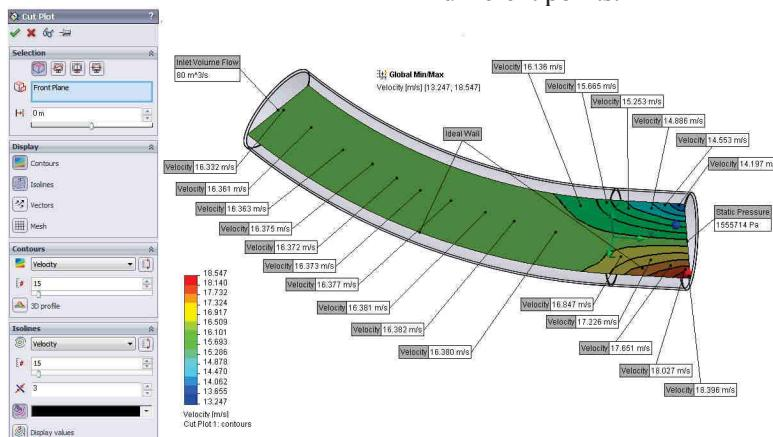
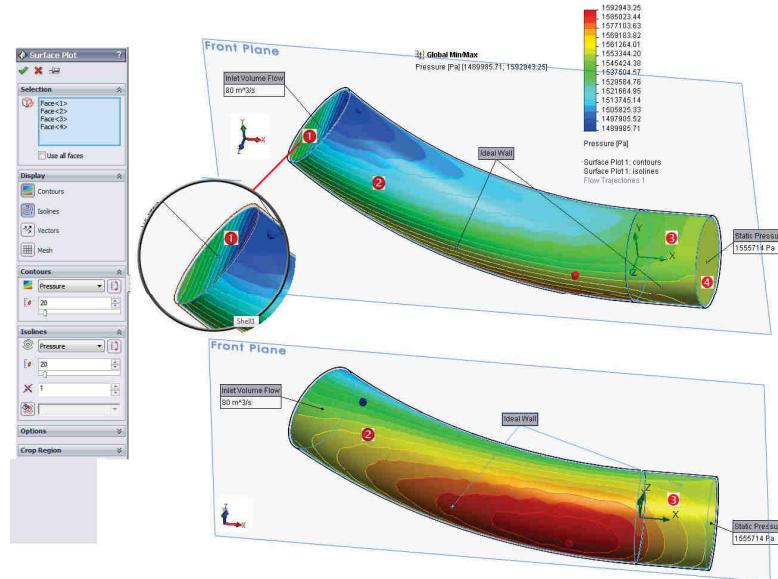
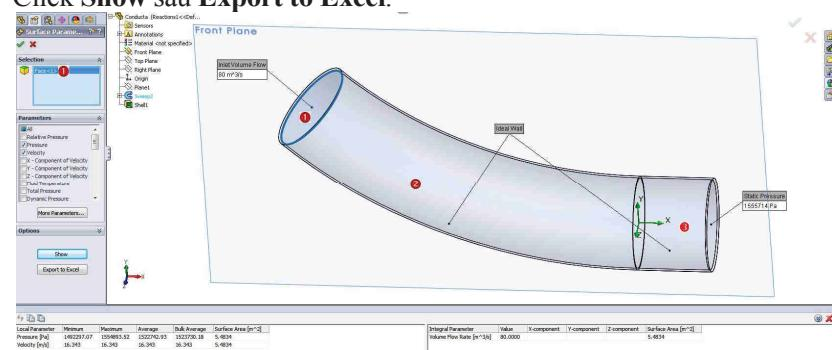

Fig. 13.11
Fig. 13.12
Fig. 13.14
- Click dreapta pe icoana **Cut Plots** și selecție opțiune **Insert**. Va apărea fereastra **Cut Plot**, fig. 13.11.
- Right-click the **Cut Plots** icon and select **Insert**. The **Cut Plot** dialog box appears, fig. 13.11.
Pentru a vizualiza valorile globale minime și maxime ale parametrului selectat **Velocity**, click **Flow Simulation → Results → Display → Global Min/Max**. Aceste valori sunt afișate textual și graphic printr-o sferă albastră (valoarea minimă) respectiv roșie (valoarea maximă), fig. 13.11.
To view the global minimal and maximal values of the selected **Velocity** parameter, click **Flow Simulation → Results → Display → Global Min/Max**. These values are displayed textual and graphic with a blue sphere (minimal value) and red sphere (maximal value), fig. 13.11.
- Click dreapta pe icoana **Surface Plots** și selecție opțiune **Insert**. Va apărea fereastra **Surface Plot**, fig. 13.12.
- Pentru câmpul **Surfaces** se vor selecta cele patru suprafete din fig. 13.12.
- Right-click the **Surface Plot** icon and select **Insert**. The **Surface Plot** dialog box appears, fig. 13.12.
- In **Surfaces** field, the four surfaces from fig. 13.12.
- Click dreapta pe icoana **Surface Parameters** și selecție opțiune **Insert**. Va apărea fereastra **Surface Parameters**, fig. 13.14.
- Right-click the **Surface Parameters** icon and select **Insert**. The **Surface Parameters** dialog box appears, fig. 13.14.
- Pentru câmpul **Faces** se va selecta suprafața de intrare ① din fig. 13.14.
Pentru aceeași opțiune **Surface Parameters** și pentru parametrul **Force** calculat pentru fețele individuale ② și respectiv ③ și apoi pentru ambele fețe ②+③, fig. 13.14, rezultă valorile din tab. 2.
The values from tab. 2 arise for the same option **Surface Parameters** and for the **Force** parameter calculated for individual face ② and ③ and for both faces together ②+③, fig. 13.14.
- Calculul teoretic impune valoarea constantă a presiunii pe fața de intrare  $p_1=15 \text{ atm}=1519875 \text{ N/m}^2$ , iar simularea numerică oferă o variație a acesteia între limitele  $1489985 \div 1592943 \text{ N/m}^2$ , fig. 13.12, cu valoarea medie  $1522743 \text{ N/m}^2$ , fig. 13.14, ceea ce conduce la o eroare de -0,19%.
- Valoarea constantă a presiunii pe fața de  $p_2=1555714 \text{ N/m}^2$ , rel. (12), rezultă constantă și din simulare.
- Calculul teoretic impune valoarea constantă a vitezei pe fețele de intrare/ieșire  $V_1= V_2=16.2974 \text{ m/s}$ , rel. (22), iar simularea numerică oferă valoarea medie la intrare  $16.343 \text{ m/s}$ , fig. 13.14, respectiv valori variabile ale vitezei la ieșire între limitele  $14.197 \div 18.396 \text{ m/s}$ , fig. 13.11.
- The theoretical calculation imposes constant pressure on the input face  $p_1 = 15 \text{ atm}=1519875 \text{ N/m}^2$ , and the numerical simulation offers a variation between the following limits  $1489985 \div 1592943 \text{ N/m}^2$ , fig. 13.12, with the average value  $1522743 \text{ N/m}^2$ , fig. 13.14, which leads to an error of -0.19%.
- The constant pressure on the output face  $p_2 = 1555714 \text{ N/m}^2$ , rel (12), also has a constant distribution in the simulation.
- Theoretical calculation impose the constant velocity value on the input/output faces  $V_1 = V_2 = 16.2974 \text{ m/s}$ , eq. (22), and the numerical simulation provides the average input  $16.343 \text{ m/s}$ , fig. 13.14, and variables values of the output velocity between  $14.197 \div 18.396 \text{ m/s}$ , fig. 13.11.